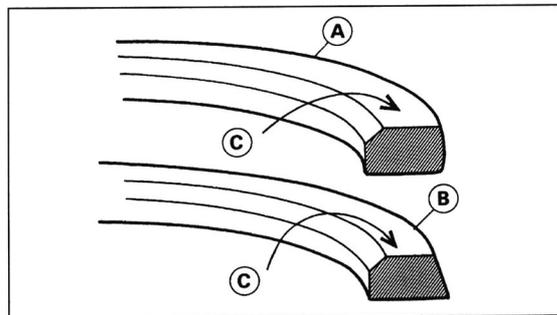

Bild 204
- Kolbenringe mit Markierung nach obenweisend an Kolben montieren (Bild 204). Dabei Ringe nicht weiter als unbedingt nötig aufweiten, da sie leicht brechen.